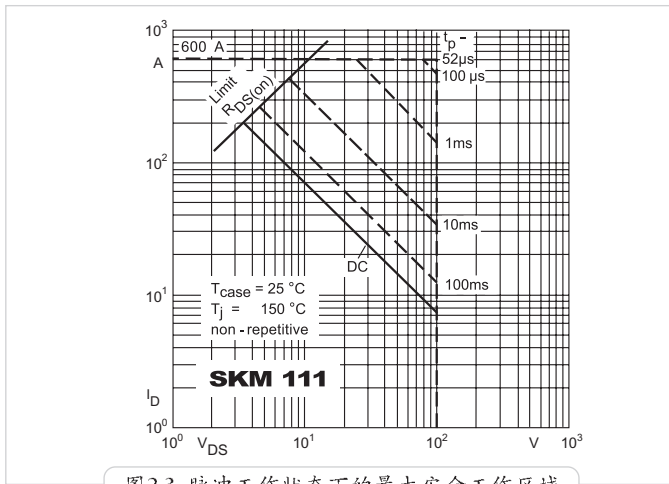

图 2.3 脉冲工作状态下的最大安全工作区域
3. 最大允许功耗或最高允许的芯片温度 (图 2.3 中的虚对角线);
针对不同的脉冲宽度, 图 2.3 以双对数图的形式显示了 MOSFET 在开关和通态工作状态下的安全工作图  $I_D = f(V_{DS})$ 。